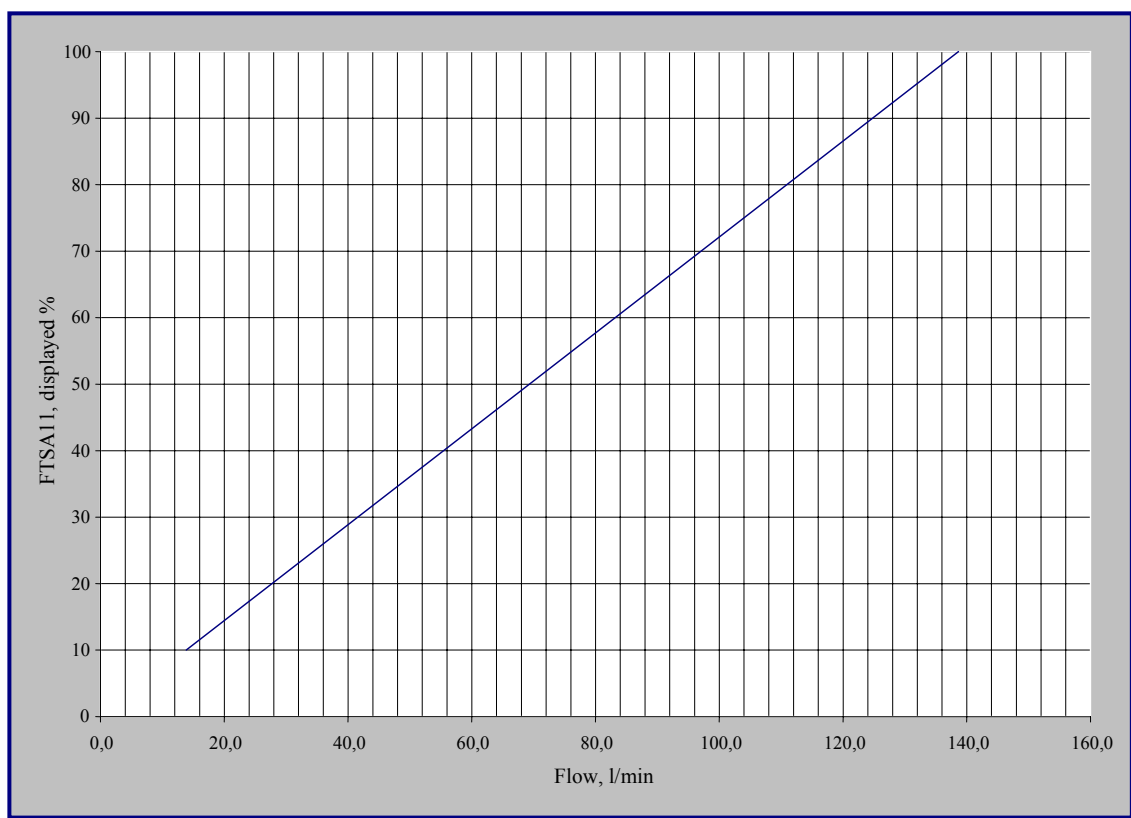

图 3.4-1 FTSA11 流量开关 (PVC-C) 转换表
2. 从流量开关 FTSA11 检查当前的实际流速，并且流速图 3.4-1 换算成升/分钟或用换算公式换算。
- 通过改变频率参数 P2.10.1 调整流量到 115 升/分钟( $105 \times 1.1$ )，根据图 3.4-1 得 82%，此频率参数在控制单元应用程序部分中的“流量控制”中。此参数缺省值是 50Hz，每次减小 2Hz 的频率直到 FTSA11 显示值约为 82%。在 FTSA11 上的显示值在开始时会有一些波动。
- FTSA11 的设定应设在额定要求流量-10%。CH74 的额定流量是 105 升/分钟，因此，开关点应设在 95 升/分钟( $105 \times 0.9$ )。从图 3.4-1 可得到 95 升/分对应 FTSA11 的 69%。关于怎样修改 FTSA11 的开关点的信息请参阅第 3.3.5 章 **FTSA11 流量开关功能**。